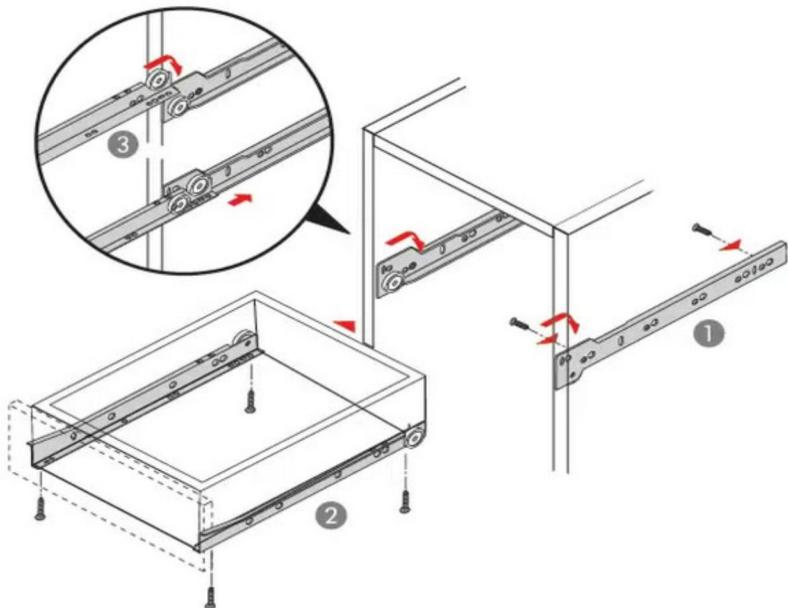

Рис.3
- 1) С помощью евровинтов собираем ящики, как показано на рисунке (2). Слегка притянув фасад к фальшпанели ручкой (г) и саморезами (и), выровнять его и закрепить саморезами 4x30 (и).
- 3) Роликовые направляющие крепим снизу саморезами 3,5x16 (3). Ролики должны быть сзади ящика (рис. 3).